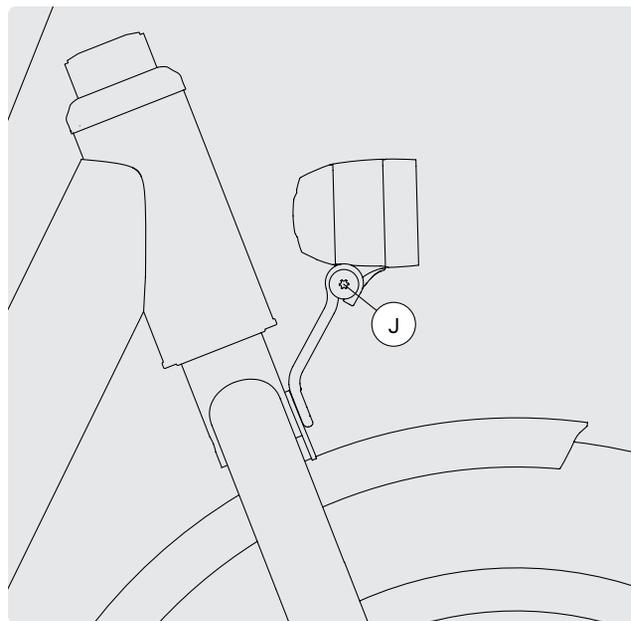

FIG. 50
- 1 Allentare la vite di regolazione J sul fanale anteriore (fig. 50).